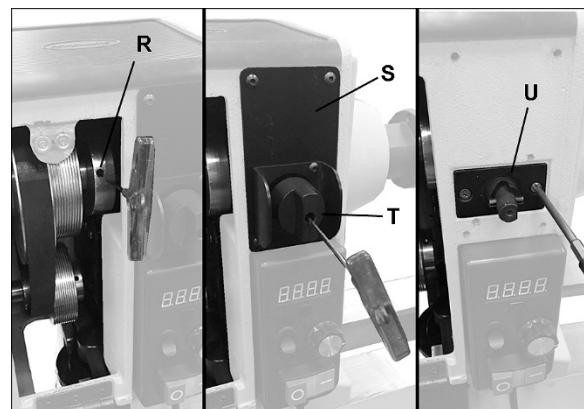
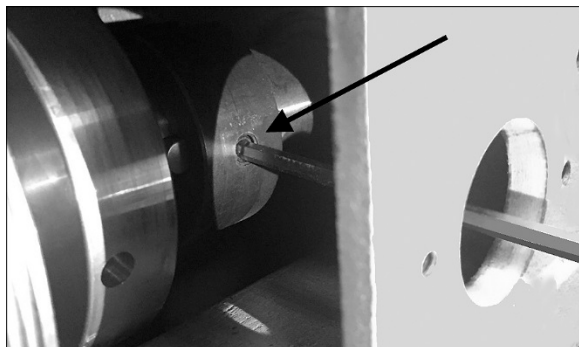
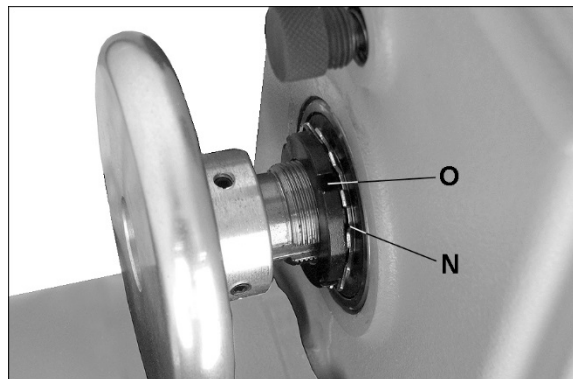

Рис. 8-10: кольцо датчика и стопорное кольцо шпинделя
Рис. 8-11: ослабьте стопорное кольцо шпинделя
Рис. 8-12: устранение люфта шпинделя
5. Открутите зажимную гайку подшипника (O, Рис. 8-10) и многолапчатую шайбу (N, Рис. 8-12).
6. Ослабьте два установочных винта на кольце датчика (R, Рис. 8-10).
7. Снимите пластину (S, Рис. 8-10) и переключатель блокировки шпинделя (T, Рис. 8-10). Выньте внутреннюю пластину (U, Рис. 8-10), заведите шестигранный ключ в отверстие и ослабьте установочный винт в стопорном кольце шпинделя (Рис. 8-11).
11. Установите многолапчатую шайбу и зажимную гайку подшипника (N/O, Рис. 8-12). Проверьте люфт шпинделя в осевом направлении (см. раздел 8.13).
13. Установите на место пластины и переключатель блокировки шпинделя (Рис. 8-10).
1. При помощи отвертки аккуратно отогните лапки на шайбе (N, Рис. 8-12), которые фиксируют гайку подшипника (O, Рис. 8-12).
2. Вставьте конец отвертки с плоским шлицем в один из пазов на зажимной гайке (O, Рис. 8-12).
3. Стукните по ручке отвертки молотком так, чтобы зажимная гайка (O, Рис. 8-12) затянулась по часовой стрелке. Закручивайте зажимную гайку подшипника примерно на 1,5 мм за раз.
5. После того, как зажимная гайка (O, Рис. 8-12) была отрегулирована, *аккуратно* загните на место лапки на шайбе (N, Рис. 8-12).